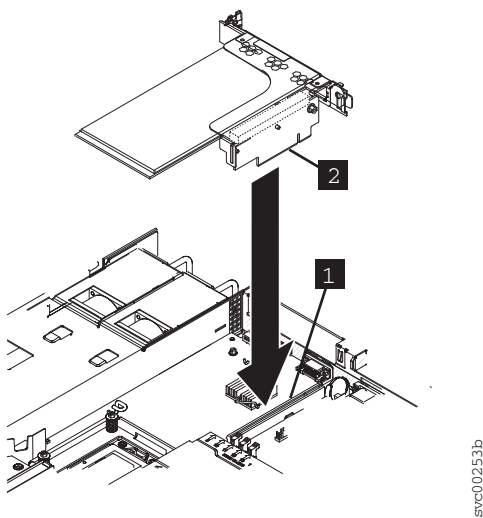

Figura 219. Substituindo o conjunto da placa riser de Ethernet de 10 Gbps para o 2145-CG8
4. Alinhe o conector do conjunto da placa riser de Ethernet de 10 Gbps com o conector do slot PCI 2 na placa-mãe, conforme mostrado na Figura 219.